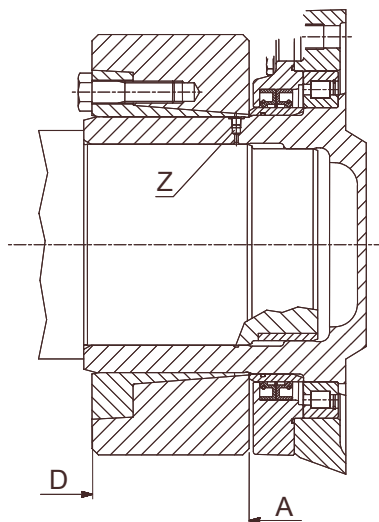

Fig. 2
- Rimontare il tappo "Z" (vedi fig. 2), quindi posizionare il giunto (vedi fig. 2 pto. A).
- Quando il montaggio del giunto è stato completato nel modo corretto, lo si può controllare anche visivamente, perchè le superfici frontali dell'anello interno ed esterno devono trovarsi sullo stesso piano (vedi fig. 2 pto. D).
- Prima di reinstallare il giunto rigenerato, ripristinare la lubrificazione nelle zone "C" (vedi fig. 2).